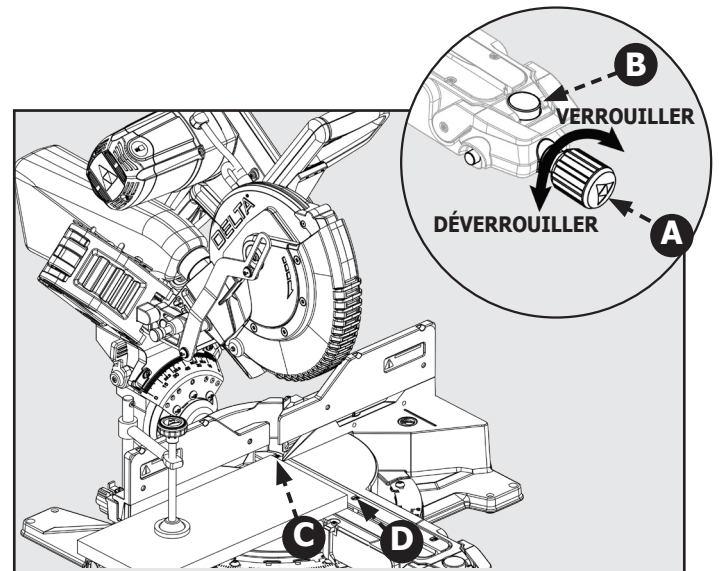

Figure 19
1. Voir figure 19
3. Desserrez la manette de verrouillage de l'onglet (A), utilisez votre pouce pour pousser le bouton de verrouillage de la détente de l'onglet (B) et réglez l'angle de l'onglet à 0°. Utilisez l'échelle (C) et l'indicateur (D) de l'onglet pour localiser la position du 0° de l'onglet.
4. Relâchez le bouton de détente de l'onglet (B) et serrez la manette de verrouillage de l'onglet (A). Assurez-vous que la scie est bien verrouillée en cette position.